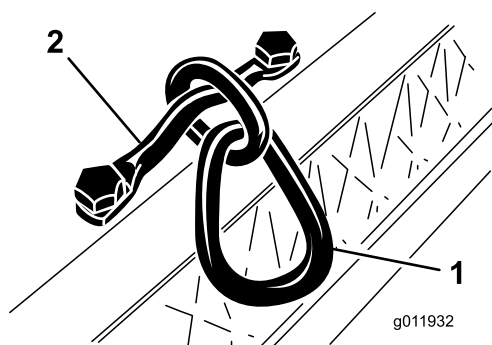

Figura 7
2. Strângei uruburile cu cap la 34 până la 40 N·m (**Figura 7**).